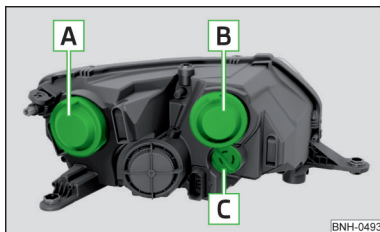

Fig. 190
Disponerea becurilor cu incandescență » fig. 190
- Scoateți capacul de protecție » fig. 190 la pagina 160.
- Așezați capacul de protecție » fig. 190 la pagina 160.
- Scoateți capacul de protecție **[B]** » fig. 190 la pagina 160.
- Așezați capacul de protecție **[B]** » fig. 190 la pagina 160.